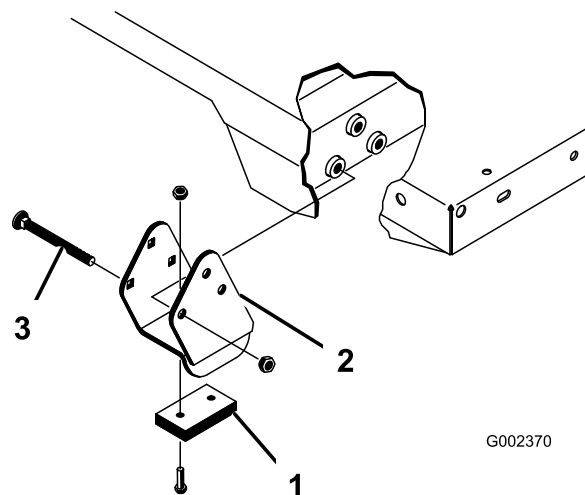

図 25
スペーサブラケットとウェアブロック 図 25 はキャリッジボルトで固定しますが、このボルトは必ず頭を車両の内側に向けてください。
- 荷台を慎重に車両フレームの上に載せる 後部にある荷台のピボットプレートの穴とリアフレームチャンネル鋼材の穴を揃えて、クレビスピンとリンチピン各2個を取り付ける 図 25。
- クレビスピンは荷台の外側から差し込み、リンチピンが荷台の外側に向くようにする 図 25)。